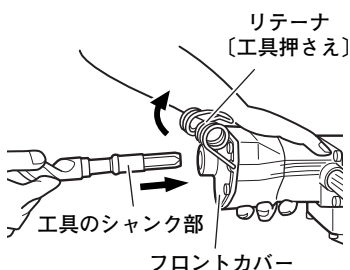

図 3-1
- (1) リテーナ [工具押さえ] を上げ、工具のシャンク部をフロントカバー六角穴へ一杯にさし込みます。(図3-1)
- (2) リテーナの上部を木ハンマー等で軽くたたき、元に戻して工具が抜けないようにします。